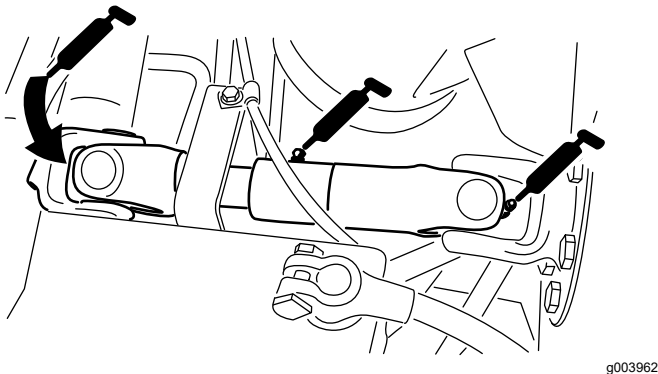

Figura 71
- Articulación de cardán del árbol de transmisión de la bomba (3) – Figura 71